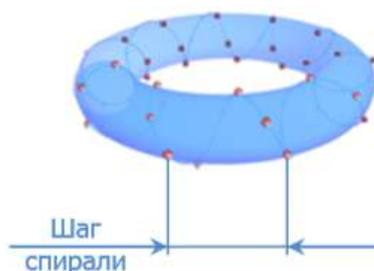

Рисунок 25 – Измерение тора по спирали
**Стратегия измерения тора по спирали.** Имеется возможность управлять шагом спирали и количеством точек на один виток (рисунок 25).